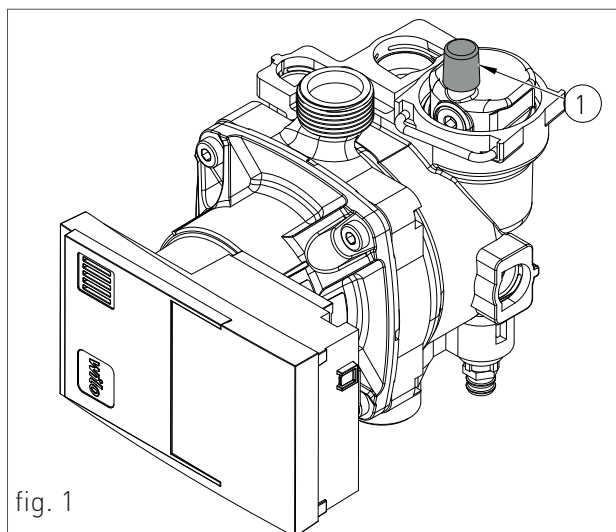

fig. 1
6. svitare il tappo del circolatore (2-fig.1) per eliminare eventuali bolle d'aria e richiuderlo alla fuoriuscita di acqua;